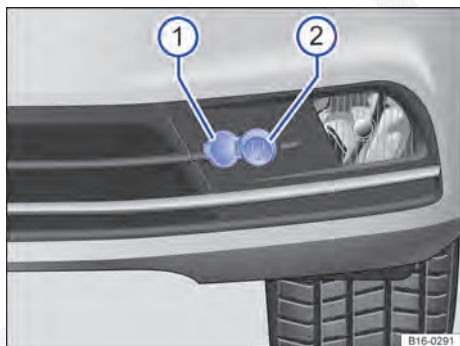

Fig. 143 No para-choque dianteiro: entrada de conexão ② para o pré-aquecimento do motor.
- Abrir a capa de cobertura ⇒ Fig. 143 ①.
- Conectar o cabo de conexão na tomada ②.
- Antes de ligar o motor, desconectar sempre o cabo de conexão e fechar a capa de cobertura ①.